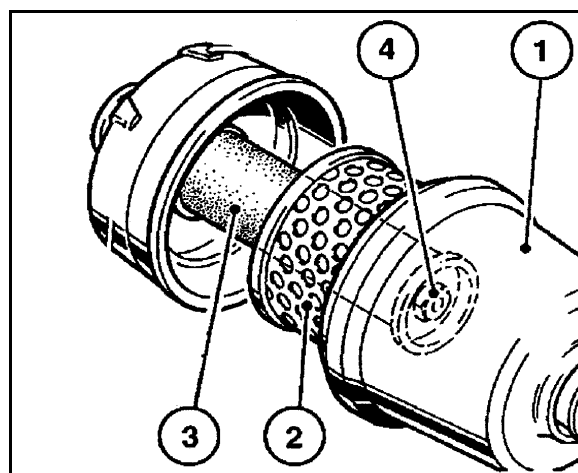

Fig. 142
1. Løsn vingemøtrikken på filterkappen (Fig. 142/1).
2. Tag filterkappen af og træk filterpatronen (Fig. 142/2) ud.
6. Efter 5 gange service på filteret, senest efter 2 år, skal du udskifte sikkerhedspatronen (Fig. 142/3) (**foretag aldrig rengøring!**).
- o Løsn sekskantmøtrikken (Fig. 142/4) og træk sikkerhedspatronen ud.